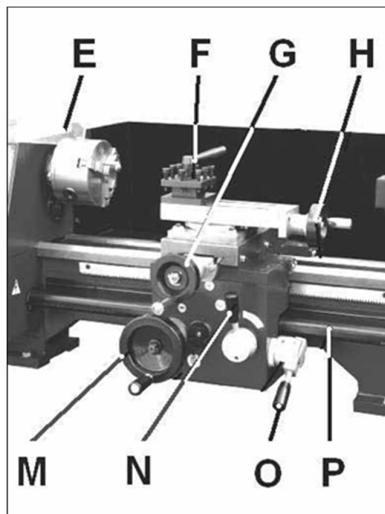

Fig 8
Pour les tournages longitudinaux ou transversaux, il est possible de faire bouger manuellement le chariot longitudinal (M, Fig 8), le chariot transversal (G) et le chariot supérieur (H) avec les volants
Pour déclencher l'avance longitudinale automatique, soulevez le levier de commande (O, Fig 8).
Fermer l'écrou vis-mère (N, Fig 8). L'écrou vis-mère reste fermé pendant toute l'opération de filetage.